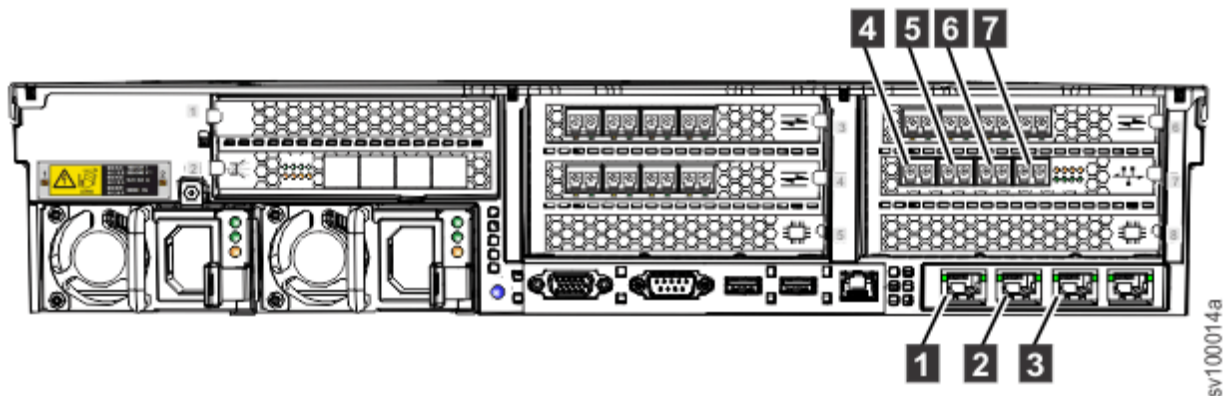

Рисунок 31. Порты Ethernet в задней части SAN Volume Controller 2145-SV1
1. Подключите кабели Ethernet к портам Ethernet в задней части SAN Volume Controller 2145-SV1. Стандартные порты: 1-3. При наличии оптических адаптеров Ethernet на 10 Гбит или 25 Гбит, которые планируется подключить к коммутатору Ethernet для iSCSI, могут быть доступны 11 портов Ethernet. На Рисунок 31 на стр. 27 показана одна из возможных конфигураций узла.